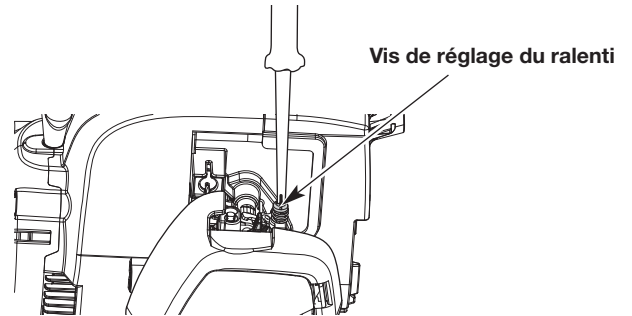

Fig. 18
- Si le moteur s'arrête, augmentez le régime de ralenti. Utilisez un petit tournevis cruciforme pour tourner la vis de ralenti vers la droite, de 1/8 de tour à la fois, et ce, jusqu'à ce que le moteur tourne bien au ralenti (Fig. 18).
- Si la tête de coupe tourne lorsque le moteur est au ralenti, réduisez le régime de ralenti. Tournez la vis de ralenti vers la gauche, de 1/8 de tour à la fois, jusqu'à ce que la tête de coupe cesse de bouger (Fig. 18).